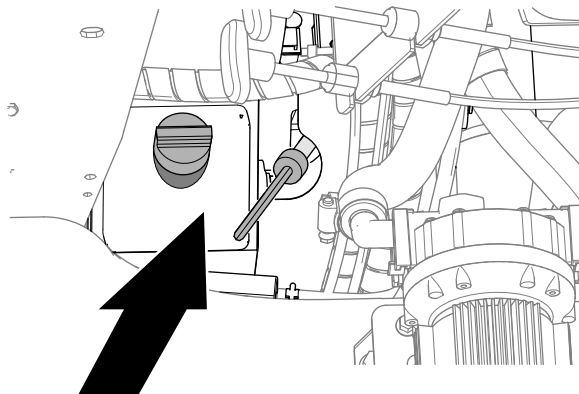

Figura 74
1. Retire la varilla del cuello de llenado del motor y limpie la varilla y el cuello de llenado con un trapo limpio (Figura 74).